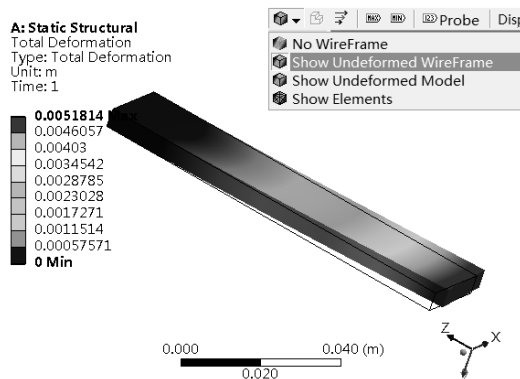

图 4-14 Show Underformed WireFrame 方式
(2) Show Underformed WireFrame : 显示未变形轮廓, 如图 4-14 所示。